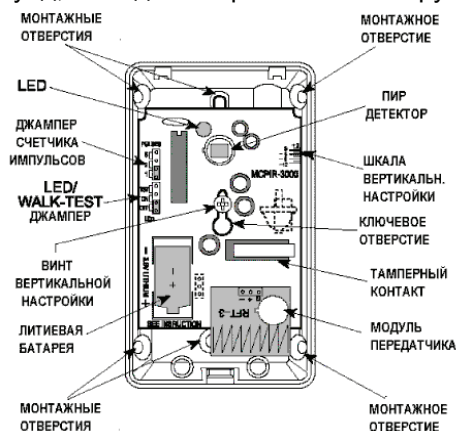

Рисунок 2. Расположение элементов.
1. Установите батарею в держатели – соблюдая полярность (см. Рисунок 2)